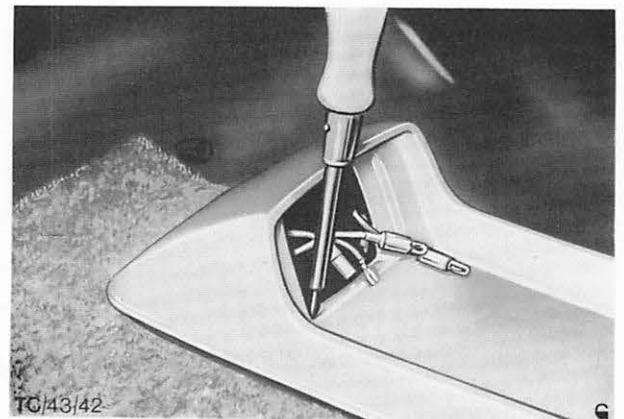

Abb. 56 Vordere Befestigungsschrauben der Mittelkonsole durch die Aufnahme für die Uhr entfernen.
3. Beide vordere Schrauben durch die Aufnahme für die Uhr entfernen, Abb. 56. Beide hintere Schrauben (jeweils seitlich in der Konsole unterhalb des Schalt- bzw. Wählhebels) herausdrehen und Mittelkonsole von den Haltern am Gelenkwellentunnel abnehmen.